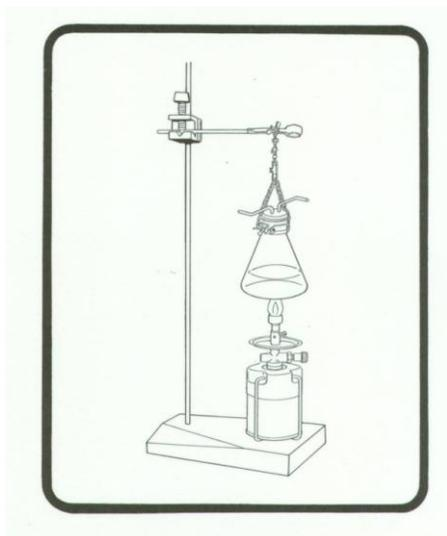

Figura 10.1
- 2.-Arme el sistema como se indica en la figura 10.1.